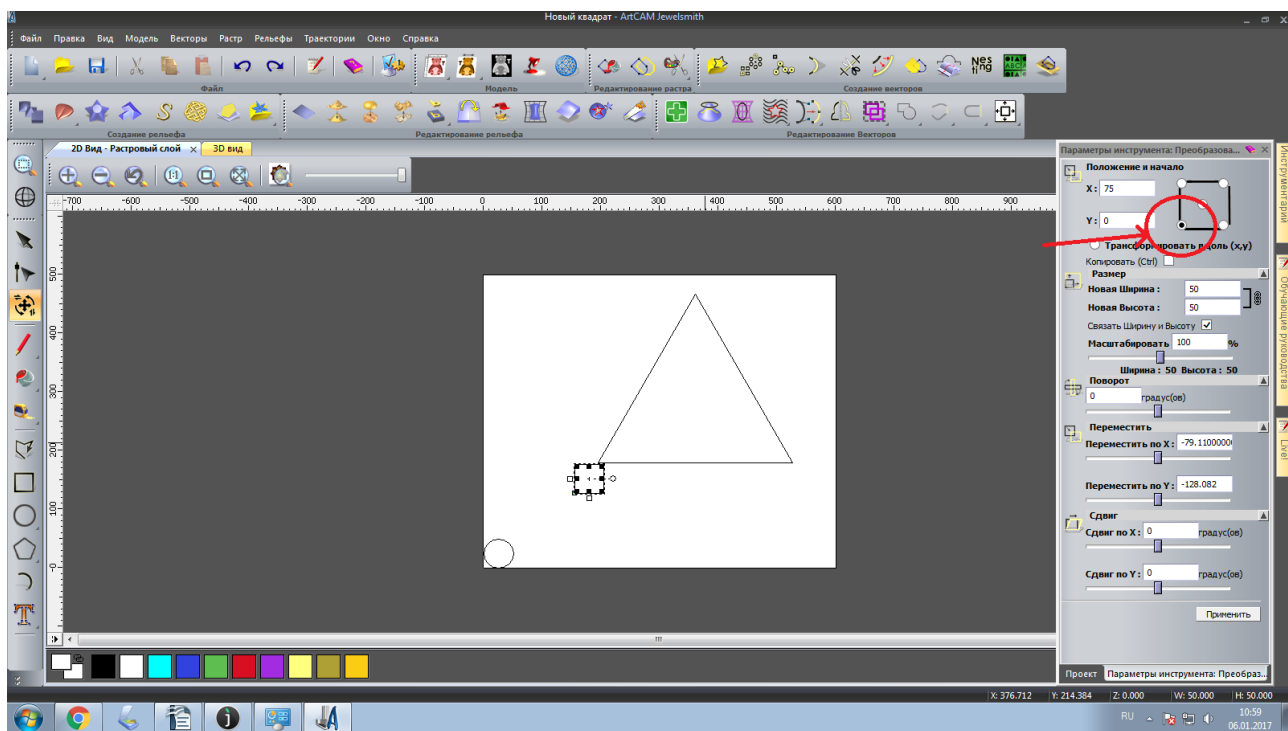

Рисунок 24. Положение квадрата
25. На панели «Параметры инструментов» в пункте «Положение и начало» индикатор необходимо переместить в левый нижний угол, рисунок 24